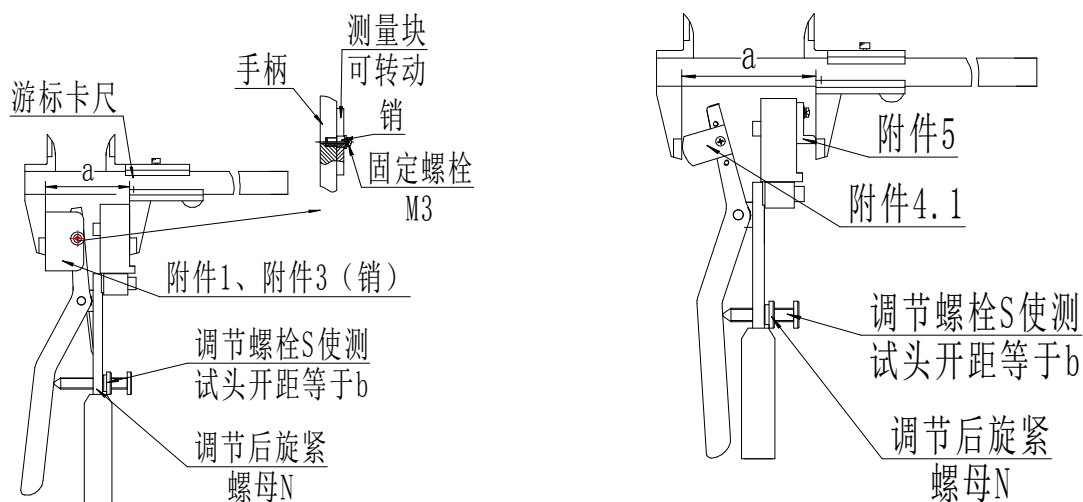
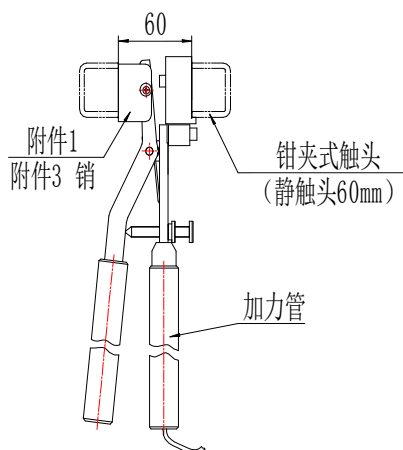
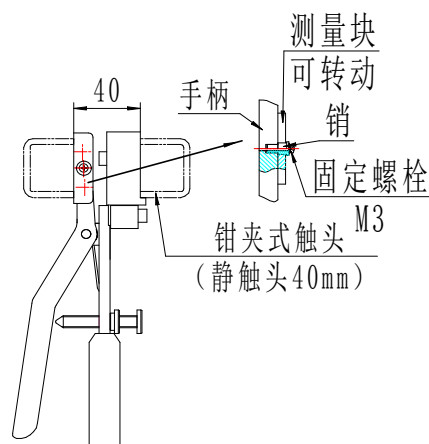
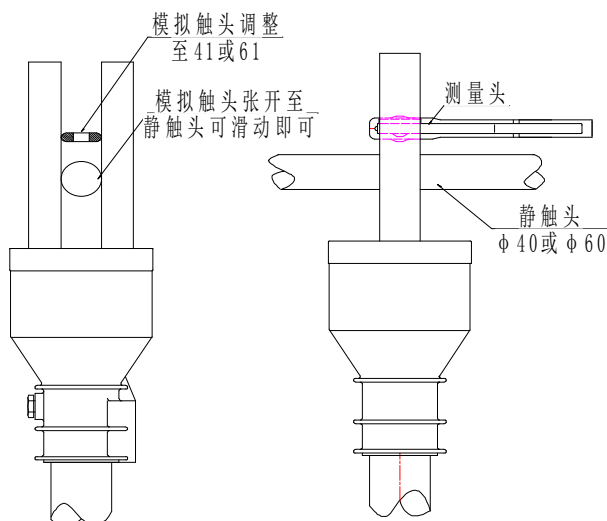

图 2 模拟触头宽度测量示意图
图 4 折臂式隔离开关（静触头 60mm，如 GW22B-252）用 ZXYC-2011 测量示意图
图 5 折臂式隔离开关（静触头 40mm，如 GW22B-126）用 ZXYC-2011 测量示意图
图 6 折臂式隔离开关(已挂静触头触头) 用 ZXYC-2011 测量示意图
- ① 根据触头宽度 b ，调整测试仪测试钳（下面称之为模拟触头）的宽度 a ，（见图 2、图 3），使 $a=b$ ；
② 图 2 是用于 GW16、GW22、GW6 等折叠式、剪刀式隔离开关模拟触头的调整方法，拆除附件 4、附件 5，装上附件 1、附件 3 销（“1”用于静触头直径 60mm 的刀闸，静触头直径 40mm 的刀闸装附件 2、附件 3 销），将卡尺锁定在 a 上，卡住模拟触头，再缓慢调节螺栓 S，调好后锁紧螺母 N。测量示意图见图 4、图 5 和图 6。
- 3) 图 4、图 5 是折臂式隔离开关未装静触头用 ZXYS-I 的测量示意图。测量时将调整好模拟触头（调整方法见 4.1.3），放入待测触指中，使模拟触头张开限定位置为止，这时压力仪上显示的读数即为该触头的接触压力。
- 4) 图 6 是折臂式隔离开关已装静触头用 ZXYC-2011 的示意图。测量时将模拟触头尺寸 a 调整到大于静触头 1mm 左右，如静触头直径为 $\Phi 40\text{mm}$ ，则需调整 $a = 41\text{mm}$ 。一只手使缓慢地使模拟触头张开，另一只手抓住静触头晃动，如果静触头能在触指中轻松滑动或转动，这时压力测试仪上显示的读数即为该触头的接触压力。**注意：模拟触头的张开速度应该很缓慢！**